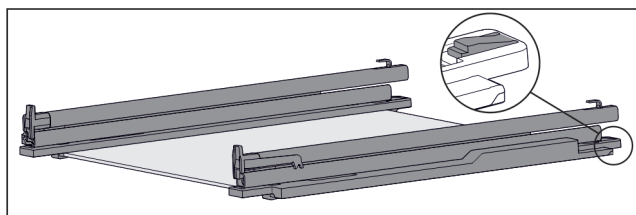

Fig. 125 带轨道和固定件的玻璃隔板
- ▶ 将固定件后部向下压 (参见 Fig. 125)，同时向后推轨道。